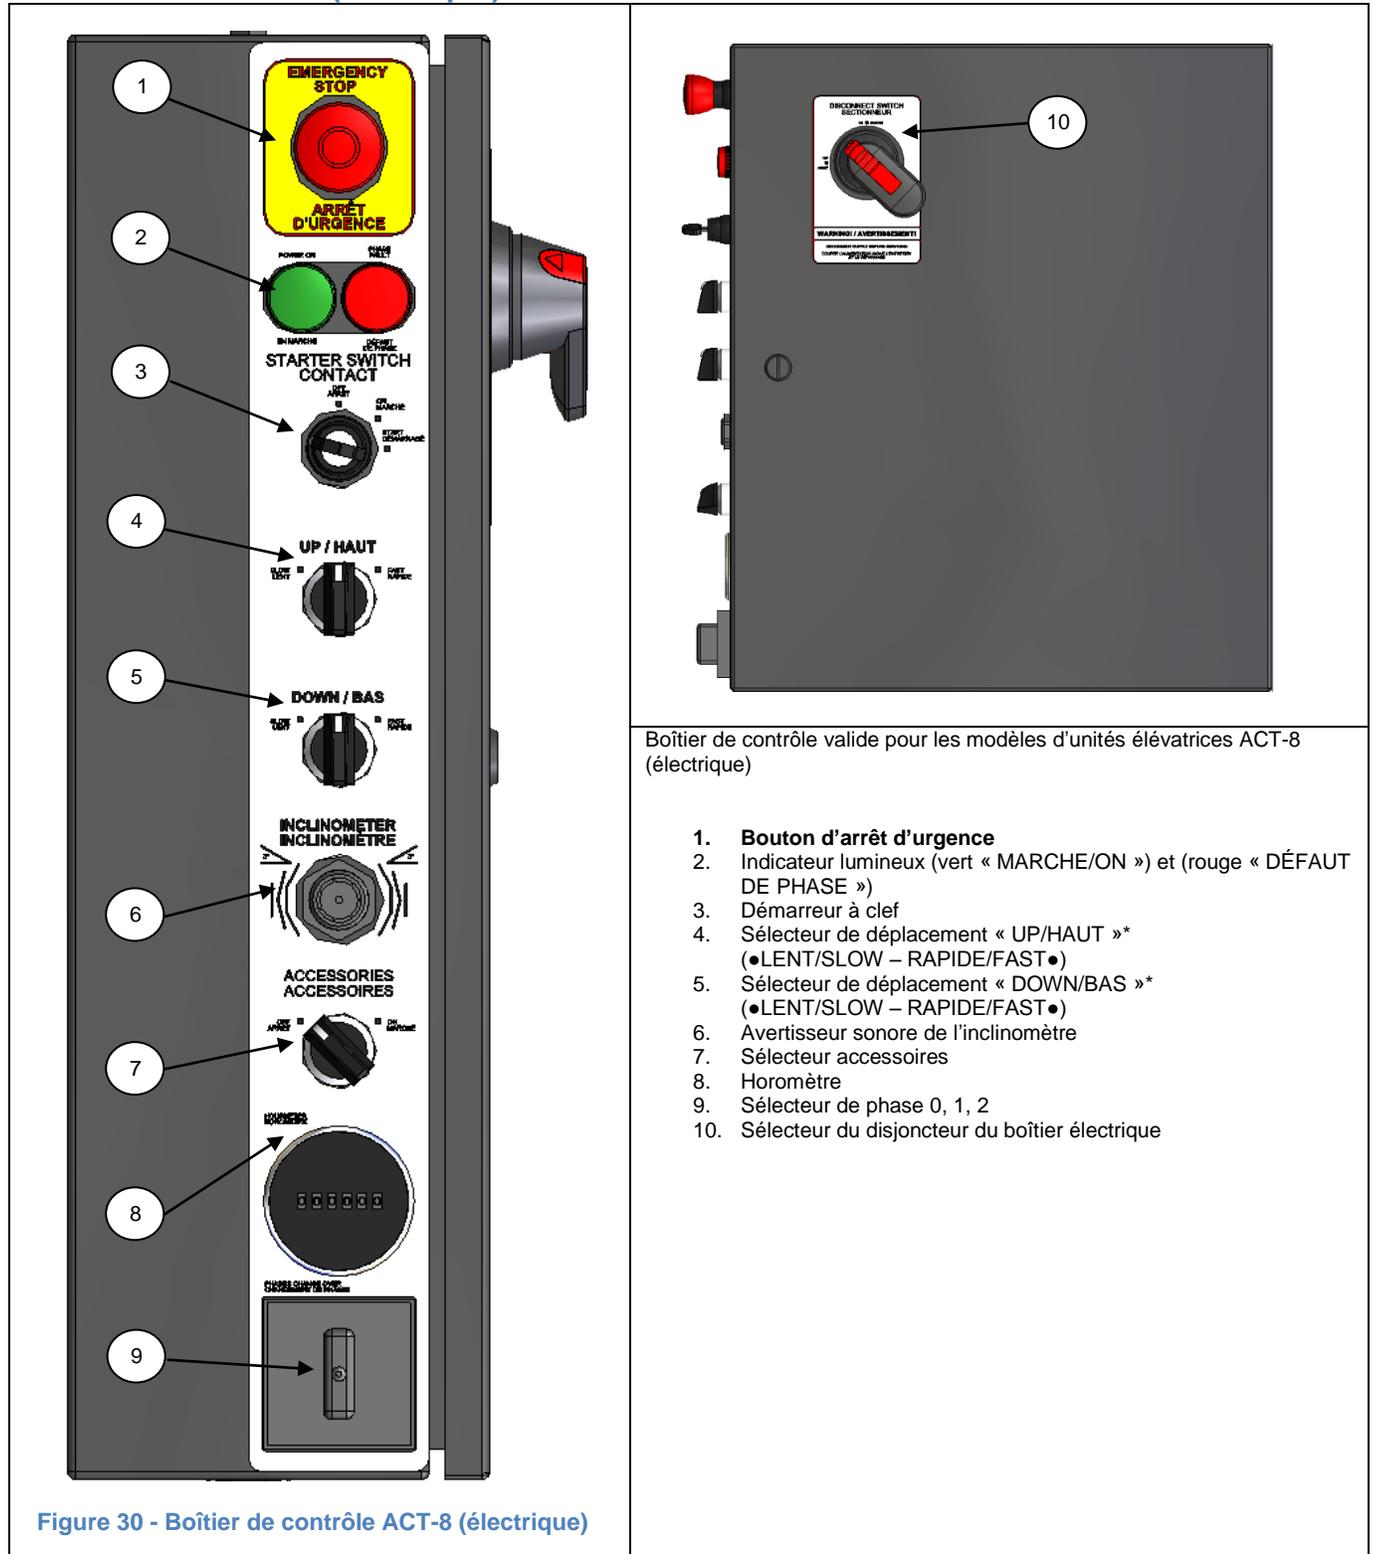

Figure 30 - Boîtier de contrôle ACT-8 (électrique)
- Toutes les charges susceptibles de glisser ou de tomber de la plateforme doivent être sécurisées. Gardez la plateforme libre de tous débris, déchets, neige, etc. Assurez-vous qu'aucun outil ou autre objet ne dépasse le périmètre extérieur de la plateforme limité par les madriers et les garde-corps. En tout temps, vous pouvez arrêter le fonctionnement en appuyant sur le bouton d'**ARRÊT D'URGENCE** (voir Figure 28 et Figure 30). En cas de bris ou de mauvais fonctionnement, immobilisez la plateforme.
- 3- Assurez-vous que le « bouton d'arrêt d'urgence » (voir Figure 30) est désengagé.
- 8- Tournez la clef de « CONTACT » (voir Figure 30) à la position de « DÉMARRAGE ». Si le moteur ne démarre pas et que l'indicateur lumineux « DÉFAUT DE PHASE » est allumé, tournez le sélecteur de changement de phase vers une autre position « 0 » ou « 1 » ou « 2 ». Ceci devrait éteindre le voyant lumineux « DÉFAUT DE PHASE ». Si le problème persiste, contactez un représentant FRACO.
Alarme de l'inclinomètre (voir *Figure 28* et *Figure 30*) :
Lors d'une panne ou lors de l'utilisation du « **Bouton d'arrêt d'urgence** » (voir *Figure 28* et *Figure 30*), ou d'un arrêt causé par l'inclinomètre (VOIR UTILISATION DE L'INCLINOMÈTRE, EN PAGE 30), le système de descente d'urgence peut être utilisé pour positionner la plateforme à un niveau inférieur, permettant ainsi une évacuation sécuritaire ou un redémarrage de la machine.